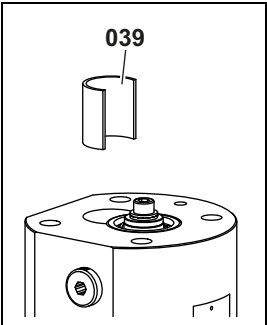

Fig. 6
8. Introduzca el juego de husillos en la carcasa de medición **128**. Introduzca el casquillo distanciador **039** en el orificio del husillo de medición pequeño **672.2**, véase Fig. 6, página 29.